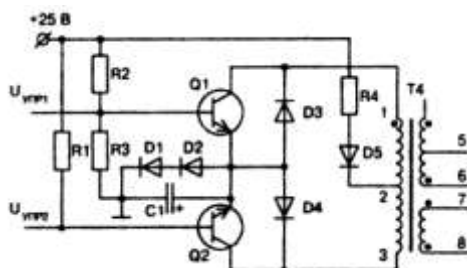

Рисунок 9 - Транзисторный каскад управления
*Схема управления.* Управление транзисторами полумостового преобразователя осуществляется каскадом на транзисторах Q1, Q2 (рис. 9). Кроме этой функции схема управления осуществляет согласование и гальваническую развязку мощных силовых каскадов от маломощных цепей управления. Транзисторы Q1, Q2 схемы работают в ключевом режиме с соединенными эмиттерами поочередно. Коллекторными нагрузками являются полуобмотки трансформатора Т1 (выводы 1-2, 2-3), в среднюю точку которого (вывод 2) подается питание на схему через элементы R4, D5. Диод D5 предотвращает влияние сигналов в первичных обмотках трансформаторов на работу ШИМ-формирователя по шине питания. Резисторы R1, R2 и R3 формируют смещение в цепи базы транзисторов Q2 и Q1 соответственно. Импульсы управления с микросхемы ШИМ-формирователя поступают на базы транзисторов схемы. Под воздействием управляющих импульсов один из транзисторов, например Q1, открывается, а второй Q2, соответственно,